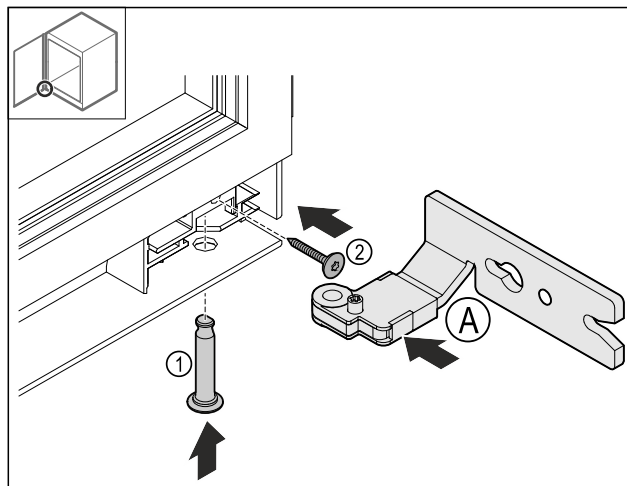

Fig. 23
- Sett inn nedre hengsel Fig. 23 (A).
- Sett inn bolt Fig. 23 (1) og hold den fast.
- Trekk til skrue Fig. 23 (2).